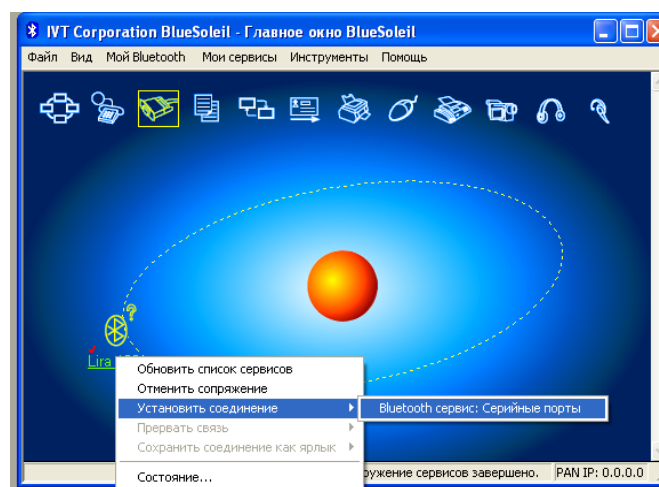

Рис.4. Отображение включения связи компьютера с блоком обработки сигнала при использовании внешней Bluetooth системы
6.5. Для проведения измерений необходимо предварительно проверить наличие связи с компьютером (Рис.4) путем включения значка «Включение Bluetooth системы» на дисплее компьютера.